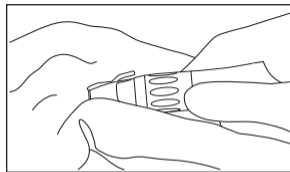

Fig. 8
3) Nettoyez la surface externe de la pièce à main à l'aide d'un chiffon imprégné de désinfectant ou d'éthanol avec une concentration de 60 à 90 % (Fig. 8).